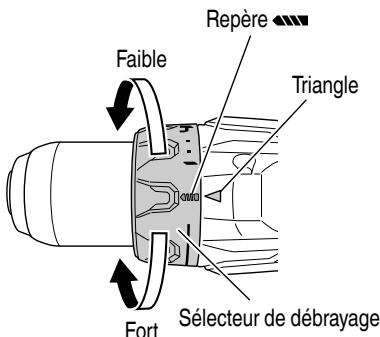

Fig. 11
6. Vérification de la position du sélecteur de débrayage (Voir Fig. 11).
#### (2) Indication du couple de serrage (Voir la Fig. 11, 13)
#### (3) Réglage du couple de serrage (Voir Fig. 11, 13)